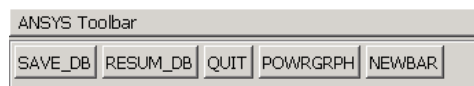
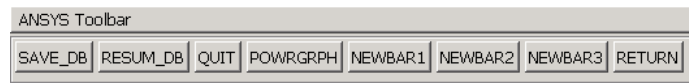

图8.22 未展开的工具按钮
图8.23 展开后的工具按钮
(3) 单击 Utility Menu | 【MenuCtrls】 | 【Resore Toolbar】菜单，导入 first.abbr 工具条文件，将得到如图 8.22 左所示的按钮，单击 NEWBAR 按钮，将变为图 8.23 所示的按钮，单击 RETURN 按钮可回到未展开状态。